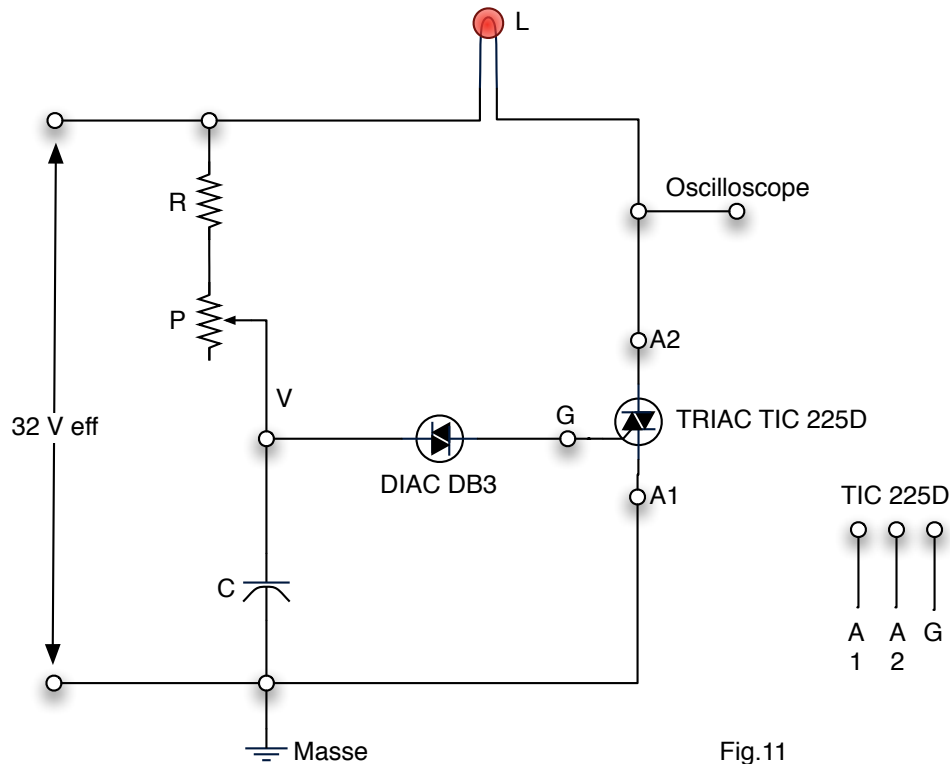

Fig.11
- 1- Circuit de la figure 11 monté.